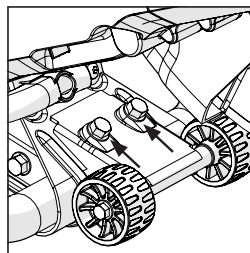

FIG. 10
- Utilizzare i dadi del carrello ricevuti in dotazione per bloccare il carrello all'utensile. **(Fig. 10)**